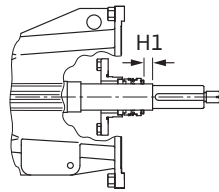

Fig.31: Varianta cu garnitură mecanică de etanșeitate
- Se împinge inelul de fixare 5.3 pe arbore și se montează ținând cont de dimensiunea de montaj H1 și de cuplul de strângere (a se vedea Fig. 31 și Tab. 9).